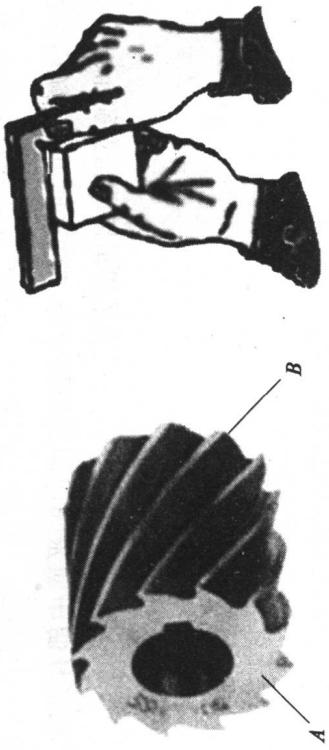

图 2—2—2
7. 粗铣第一个垂直面后, 用 90° 角尺检测情况如图 2—2—3 所示, 在角尺底的内侧有间隙。若采用固定钳口一侧垫铜皮的临时措施, 则铜皮应垫在固定钳口面的 _____ (a. 上部 b. 下部 c. 中部); 若改为在平口钳底座与工作台面之间垫铜皮, 则应垫在靠近 _____ (a. 固定钳口一侧 b. 活动钳口一侧)。
8. 图 2—2—1 所示零件, 若铣削出的面 3 与面 1 的平行度超差, 试分析其产生的原因。